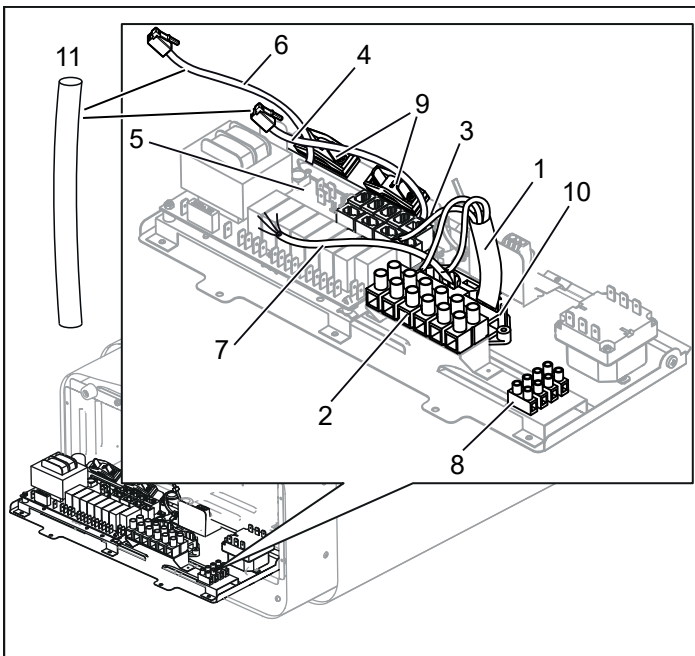
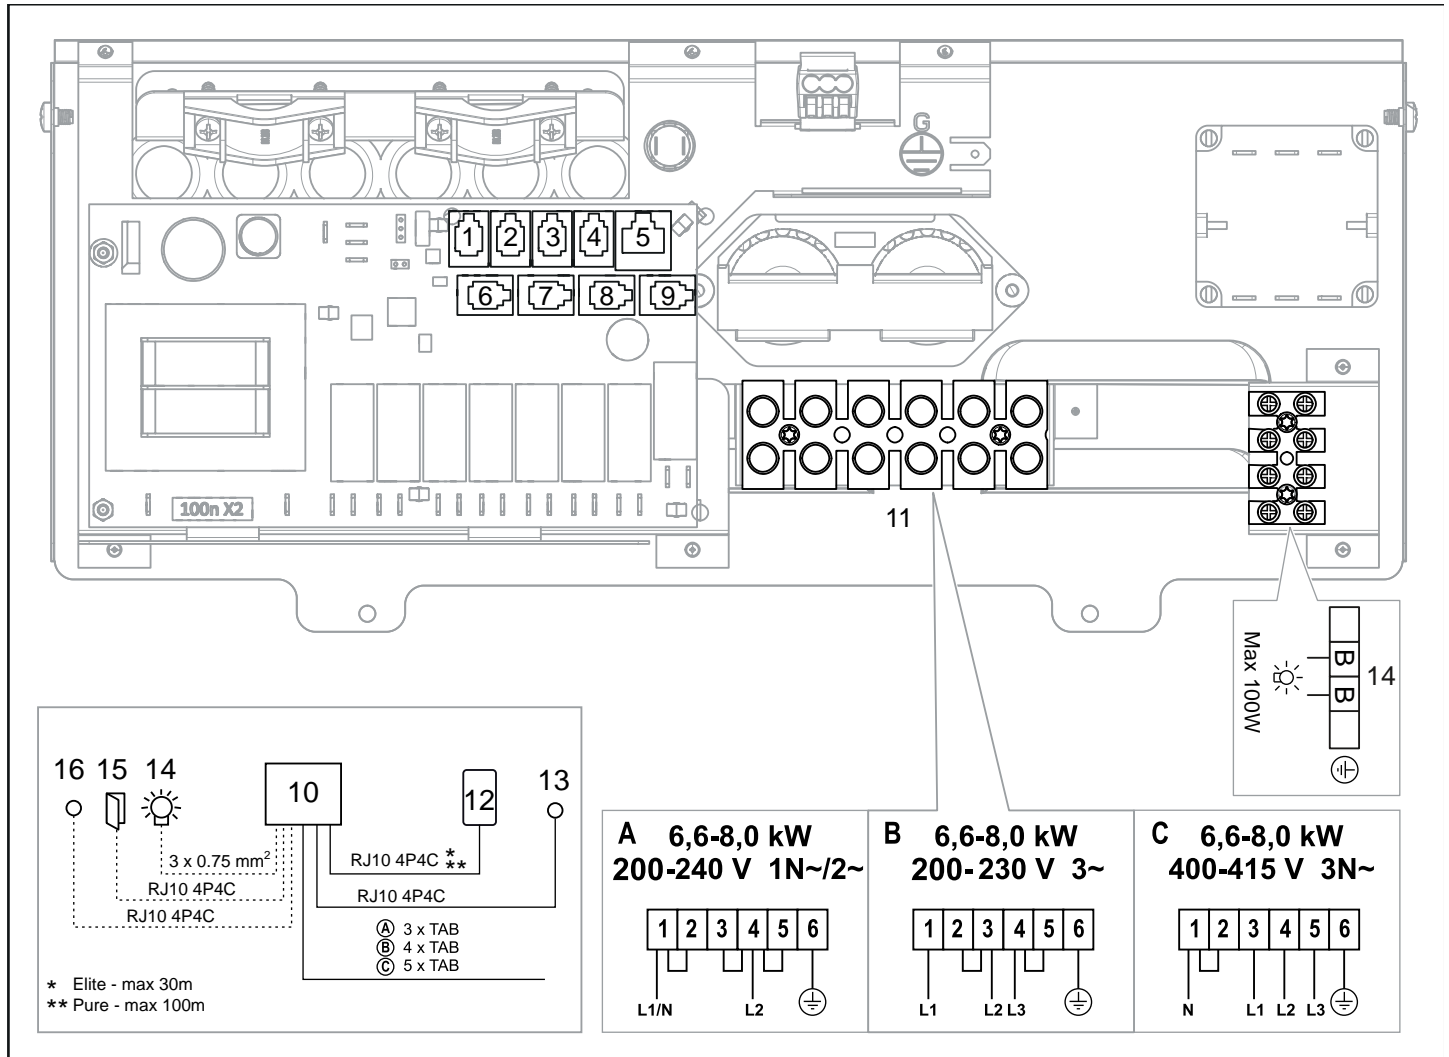

Abbildung 9: Leiterplatte
Abbildung 17: Schaltplan
3. Verbinden Sie das Elektrokabel (1) mit der Klemme (2) (siehe Abbildung 9), wie im Schaltplan gezeigt (siehe Anschlussdiagramm/Schaltplan auf Seite 23).
4. Führen Sie die Kabel für das Bedienpanel und den Temperaturfühler durch die Kabeltüllen (3). Verbinden Sie das Kabel des Bedienpanels (4) mit einem der vier RS485-Kontakte (Positionen 6-9) (siehe Abbildung 9), wie im Schaltplan gezeigt (siehe Anschlussdiagramm/Schaltplan).
5. Verbinden Sie das Sensorkabel (6) mit dem NTC-Kontakt auf der Leiterplatte (Position 1) (5) (siehe Anschlussdiagramm/Schaltplan), wie im Schaltplan gezeigt (siehe Anschlussdiagramm/Schaltplan auf Seite 23).
6. Verbinden Sie das Lichtkabel (sofern relevant) (7), (siehe Abbildung 9) mit der Klemme (8), wie im Schaltplan in Abbildung 17 gezeigt.
Wenden Sie sich an den Tylö Kundendienst, bevor Sie Spannungen oder Phasennummern anschließen, die nicht im Schaltplan in Abbildung 17 abgebildet sind.